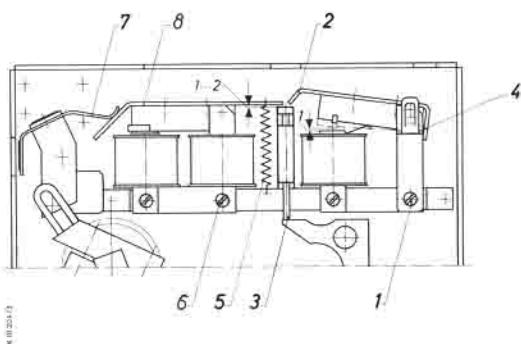

Fig. 7
3.8 Auswechseln des Arbeitsstrom-Auslösers (Fig. 7)
3.9 Auswechseln des Unterspannungs-Auslösers (Fig. 7)
3.8 Exchanging the shunt trip (Fig. 7)
3.9 Exchanging the undervoltage trip (Fig. 7)
3.8 Recambio del relé de corriente de trabajo (Fig. 7)
3.9 Recambio del relé de mínima tensión (Fig. 7)
5 r-Auslöser fällt ab bei anliegender Spannung.	Steuerspannung prüfen (evtl. bei Belastung). Andrückvorrichtung des Ankers kontrollieren und ggf. justieren (Pos. 7 in Fig. 7).